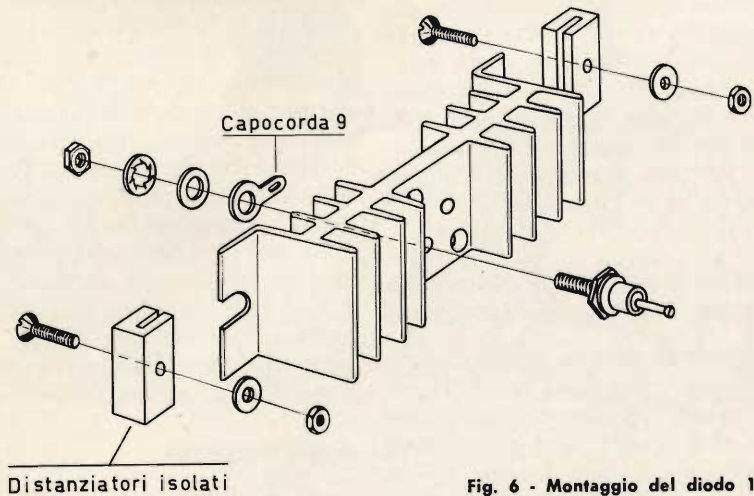

Fig. 6 - Montaggio del diodo 12 F10 e del dissipatore.
- Montare il diodo al dissipatore termico, fig. 6
- Montare il dissipatore termico al pannello laterale con relativi distanziatori isolati con viti a testa sfasata da 3-15 mm rondella e dadi (vedi particolare fig. 6)